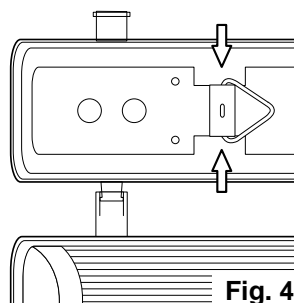

Fig. 4
- 4A. For a hanging installation, install two **eye bolts\*** (no further than fixture-width apart) to the ceiling and hang a **chain\*** from each **eye bolt\***. Snap the **fixture hanger** in place at each end of the **fixture**. Secure the end of each hanging **chain\*** to a **fixture hanger**. [Fig. 4]
- 4A. Para una instalación colgante, instale dos **pernos de ojo\*** (no sobrepase una distancia equivalente al ancho del luminario) al techo y cuelgue una **cadena\*** de cada **perno de ojo\***. Coloque la percha del accesorio en su lugar en cada extremo del aparato. Asegure el extremo de cada **cadena\*** colgante a una percha de fijación. [Fig. 4]
- 4A. Pour une installation suspendue, installer deux **boulons à œil\*** (pas plus loin que la largeur de le luminaire) au plafond et accrocher une **chaîne\*** de chaque **boulon à œil\***. Enclencher le **cintre** en place à chaque extrémité du **luminaire**. Fixer l'extrémité de chaque **chaîne d'accrochage \*** à un **cintre**. [Fig. 4]